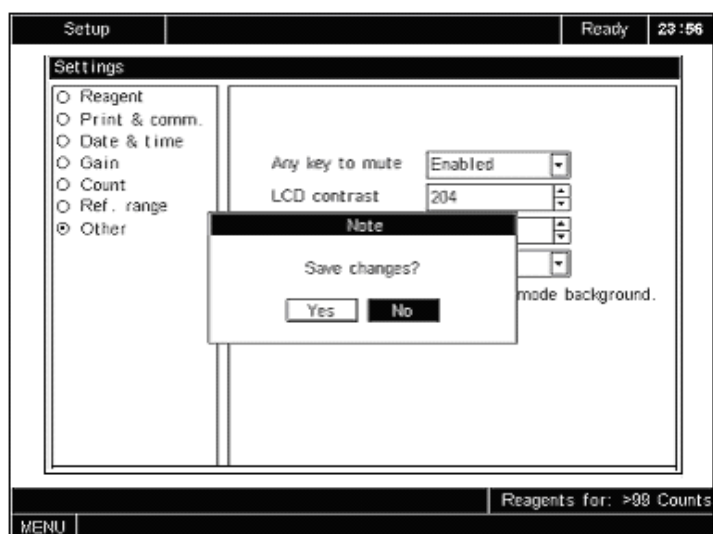

Abbildung 5-34 Speichern von Änderungen
62. [MENU] drücken, und es erscheint eine Dialog-Box, um Sie daran zu erinnern, die Änderungen zu speichern, wie in Abbildung 5-34 dargestellt. **WÄHLEN** Sie “Ja” **AUS**, um die Änderungen zu speichern und in das System-Menü zurückzukehren; oder **WÄHLEN** Sie “Nein” **AUS**, um in das System-Menü zurückzukehren, ohne die Änderungen zu speichern.